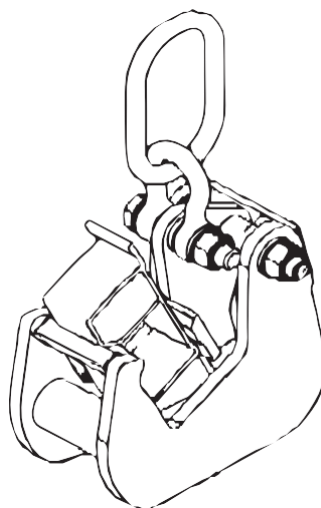

Рис. 1
3.1 Захват монтажный (Рис. 1) состоит из 2-х щек, соединенных между собой 2-мя распорными втулками (с пружины) и пластиной. На оси через распорную втулку (с пружины) присоединен прижим, который через упор прижимает профиль опалубочного щита к щекам захвата и связи. Подъем осуществляется за серьгу, соединенную с прижимом через омегаобразную скобу.